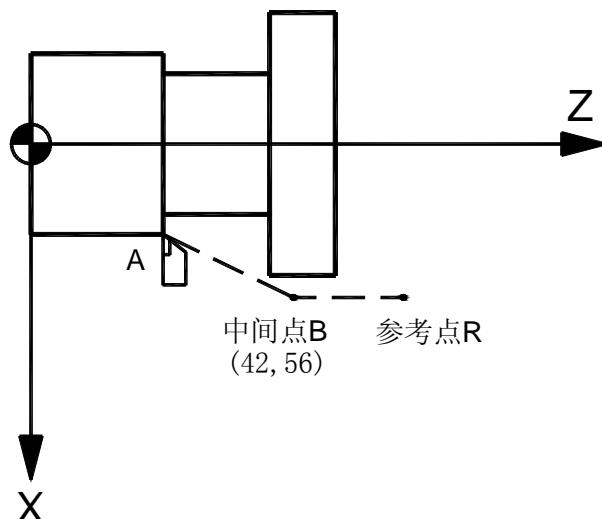

图 2-11
- (1) 以快速回零速度（由参数 P146~P149 设定）从当前位置定位到指令轴的中间点位置（A 点—B 点），如图 2-11。
- (2) 以快速回零速度从中间点向参考点方向移动（B 点—R 点）。
- (3) 检测到减速信号后，低速运行（由参数 P150~P153 设定）寻找精定位信号。
- (4) 检测到精定位信号后，返回零点执行完毕，回零灯亮。